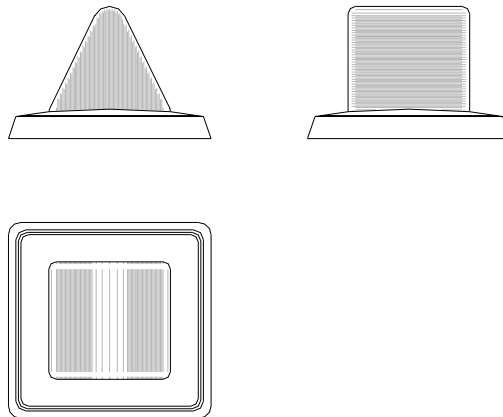

Рисунок 2-Лампа КЛ-7.3
5.1 Лампа КЛ-7.3 (рисунок 2) имеет призматический светорассеиватель, выполненный из белого (матового) полистирола.